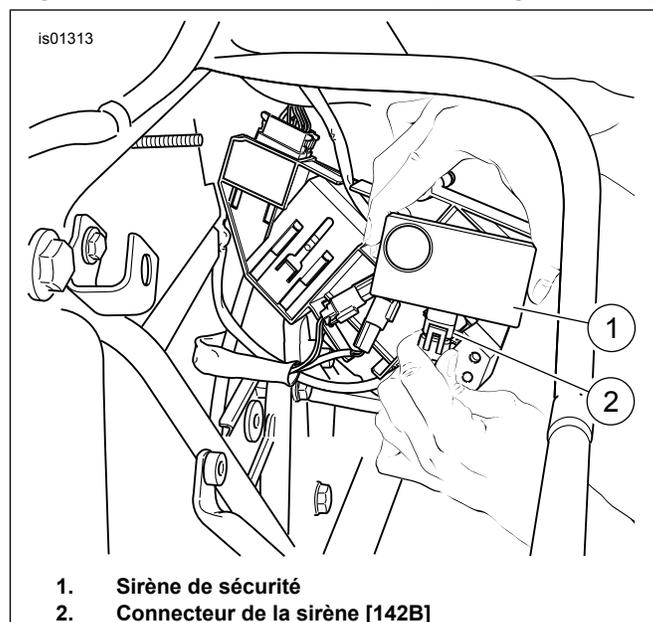

Figure 15. Connecteur de sirène (Touring 2002-2007)
- Voir la figure 15. Insérer le connecteur de la sirène de sécurité [142B] (2) dans la prise du boîtier de la sirène jusqu'à ce que le connecteur s'enclenche fermement.